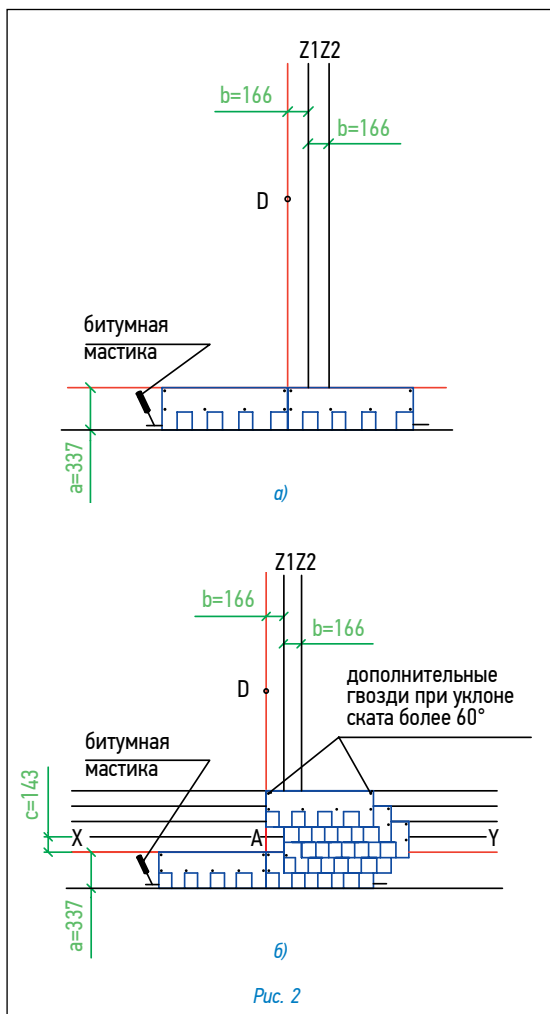

Рис. 2
Укладка материала (рис. 2)
- первый ряд черепицы укладывается от линии AD (рис. 2а);
- второй ряд укладывается от линии Z1 (со смещением 16,6 см от AD) (рис. 2б);
- третий ряд укладывается от линии Z2 (со смещением 16,6 см от Z1) (рис. 2б);
- четвертый ряд — от линии Z1 (рис. 2б);
- пятый ряд — от линии AD (рис. 2б);
Каждый лист черепицы крепится 4 гвоздями в штатных местах таким образом, чтобы гвоздь прошивал обе части двухслойного листа черепицы, а также верхний край нижележащего листа черепицы (рис. 2а,б).